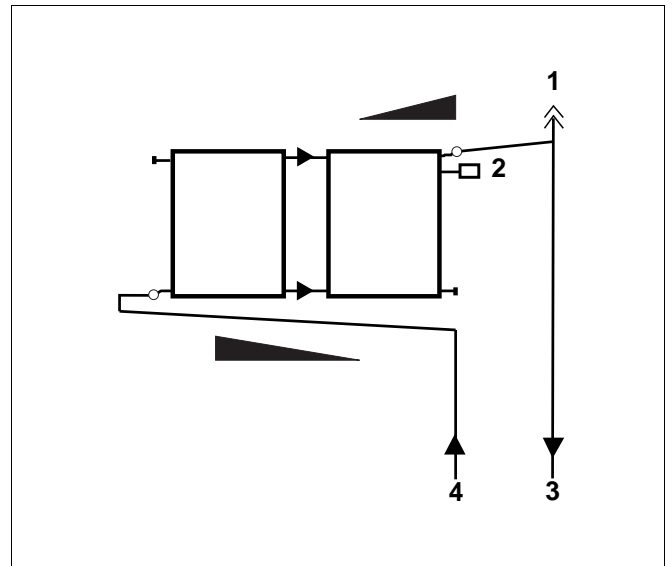

Abb. 18 Schemadarstellung (Kollektoranschlüsse)
- Im höchsten Punkt der Anlage ist ein spezieller Lufttopf mit Entlüfter vorzusehen (Abb. 18).